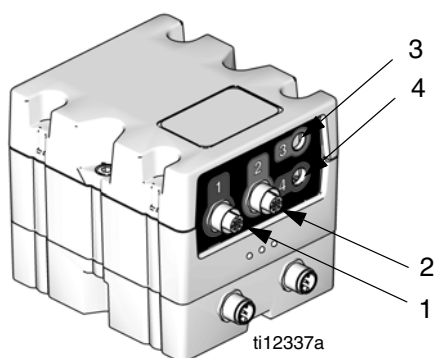

FIG. 12: Anslutningar på flödesregleringsmodulens framsida
2. Skruva bort två skruvar (C) och flödesregleringsmodulen (A) från basplattan (B).
3. Montera basplattan (B) på systemet med fyra skruvar. Trä skruvarna genom översidan på basplattan och dra fast på systemet.
4. Montera flödesregleringsmodulen (A) på basplattan (B) med två skruvar (C).
5. Anslut kablagen till flödesregleringsmodulen. Se FIG. 12 och tabellen nedan.